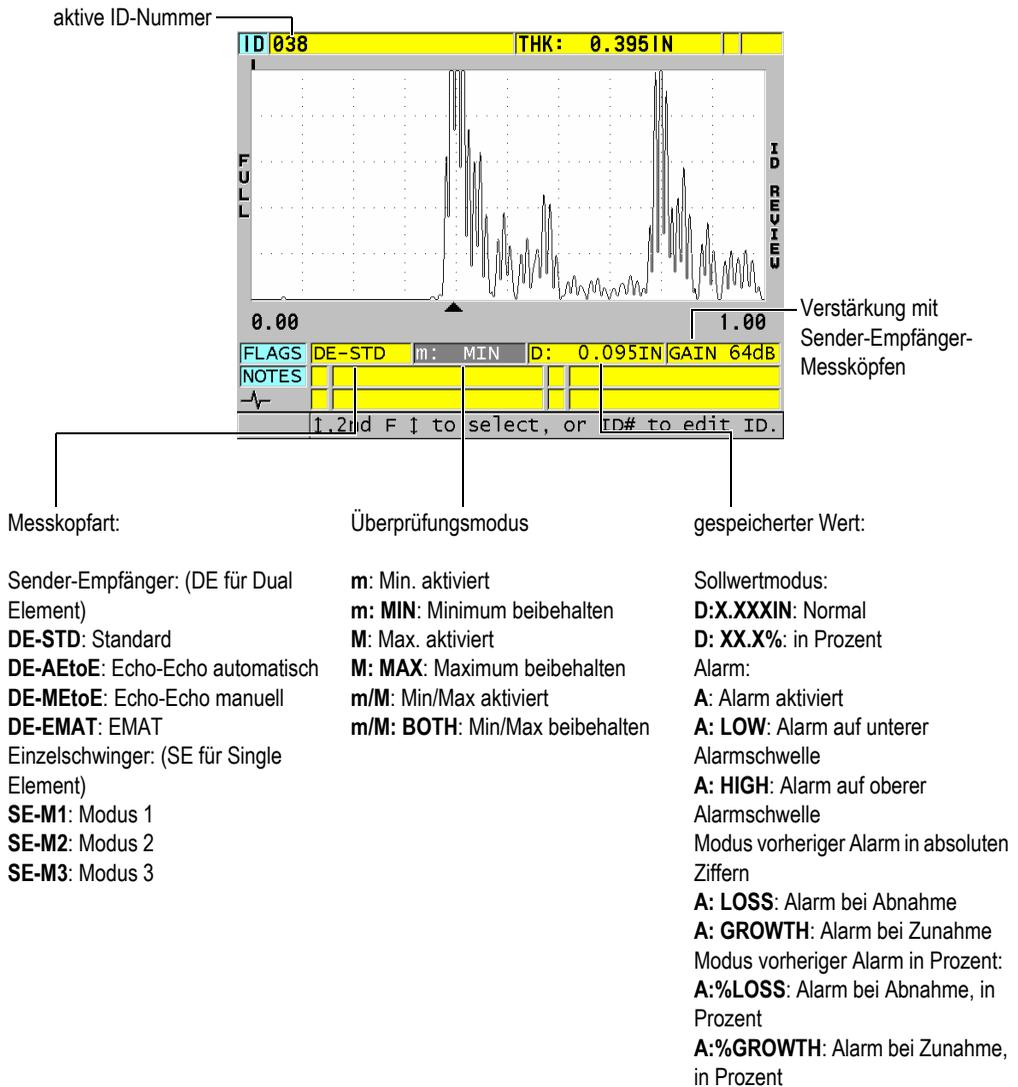

Abbildung 11-27 Elemente des ID-Überprüfungsfensters
In Abbildung 11-27 auf Seite 223 wird ein solches Fenster gezeigt, sowie dessen Inhalt beschrieben. Der Bereich unter dem A-Bild ist für Statusmarkierungen vorbehalten, die den angezeigten Messwert näher beschreiben. Diese Statusmarkierungen entsprechen den einbuchstabigen Abkürzungen, die vom Gerät mit den Sendebefehlen übertragen werden (siehe Kapitel „Datenübertragung“ auf Seite 271).
3. Verfahren Sie im Überprüfungsfenster (siehe Abbildung 11-27 auf Seite 223) wie folgt: